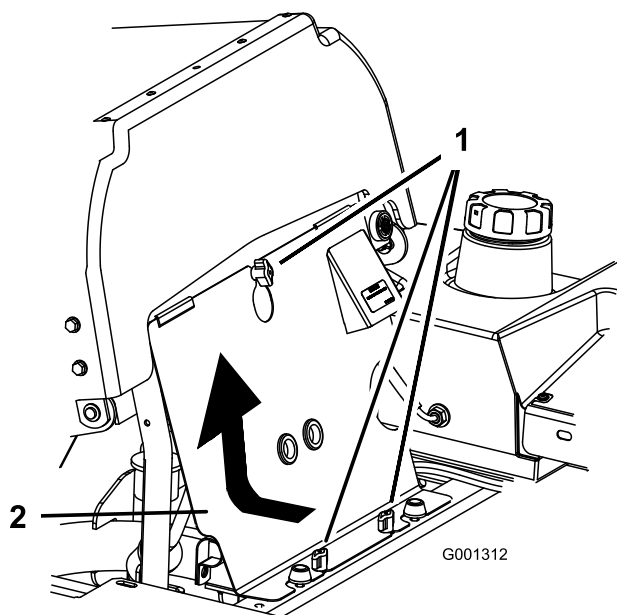

Figura 75
3. Afloje los cierres del panel delantero del motor y retire el panel (Figura 75).